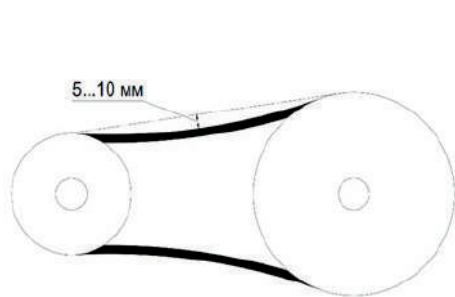
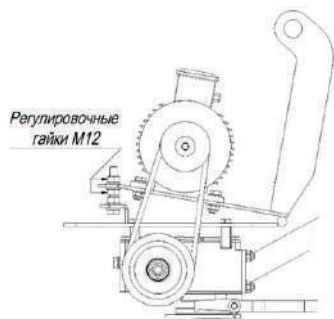

Рис. 2. Натяжение ремня
Рис. 3. Механизм регулировки натяжения ремня ВРК ЭЗМ-600 (для ВРК ЭЗМ-900 аналогично)
- проверить натяжение клинового ремня (см. рис. 2). При сжатии ремня в среднем положении нормальный прогиб должен составлять примерно 5-10 мм. Процесс регулировки натяжения ремня осуществляется за счет регулировочных гаек М12 (см. рис. 3);